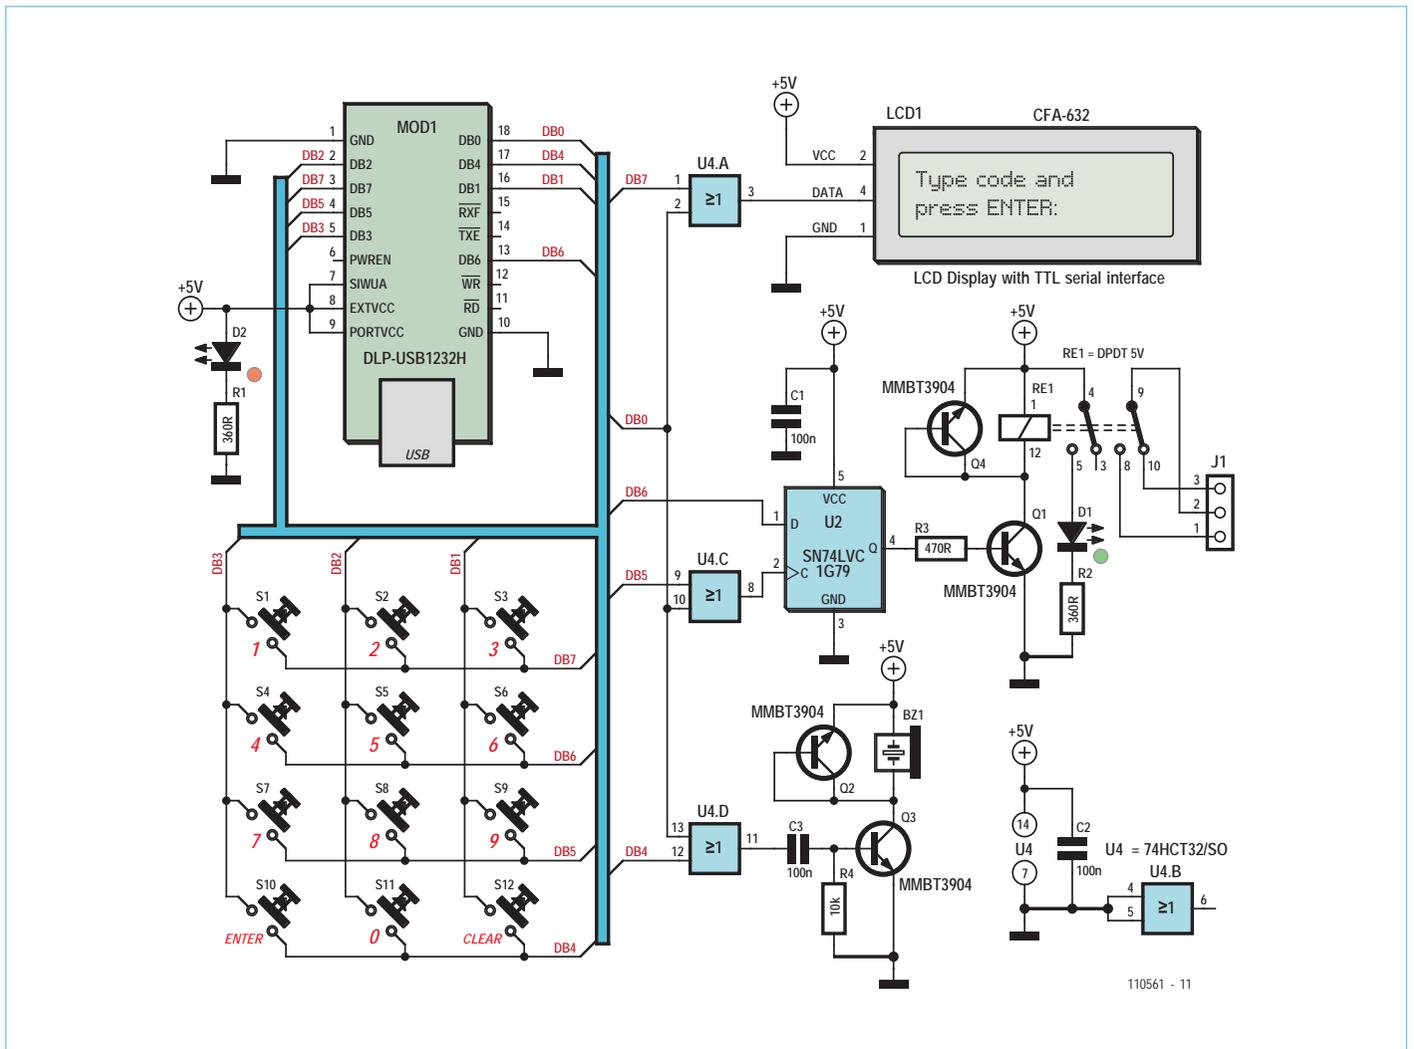

Bild 1. Das Modul DLP-USB1232H steuert ein Code-Schloss im Bit-Bang-Mode.
**Bild 1** zeigt die recht übersichtliche Schaltung. Für die Abtastung der zwölf Taster der numerischen Tastatur sind schon sieben der acht I/O-Leitungen nötig. Dabei treiben DB4, DB5, DB6 oder DB7 nacheinander die Reihenleitungen und mit DB1, DB2 und DB3 werden dann die Spalten ausgelesen. Wenn ein Taster gedrückt wurde, wird die entsprechende Spaltenleitung auf „Low“ gezogen. Der Pegel von DB0 entscheidet, ob man gerade die Tastatur abfragt oder aber die „Geräte“ LCD, Relais und Summer ansteuert. Bei DB0 = „High“ blockieren OR-Gatter die Ansteuerung dieser Geräte. Bei DB0 = „Low“ wird die Tastatur ignoriert und die Daten von DB4...DB7 gelangen an die Geräte.